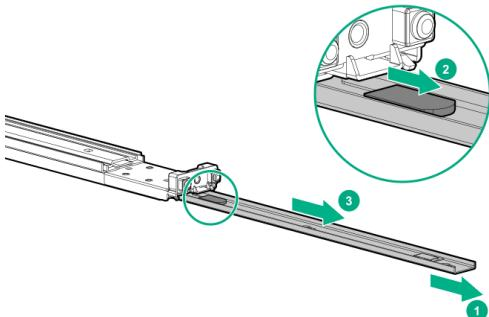

Figura 1
3. Utilizzare i pulsanti meccanici laterali per estrarre l'anima interna e separarla dal rail kit come riportato in **figura 1**